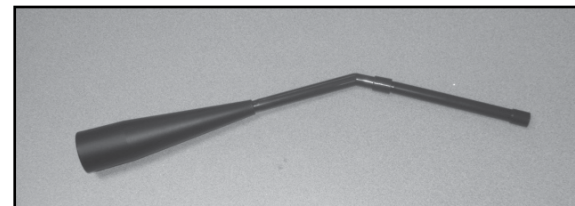

Figure 17.4
- Assemblez l'embout pour endroits difficiles de l'ensemble de micro nettoyage et connectez-le à l'aspirateur d'atelier. **Figure 17.4.**